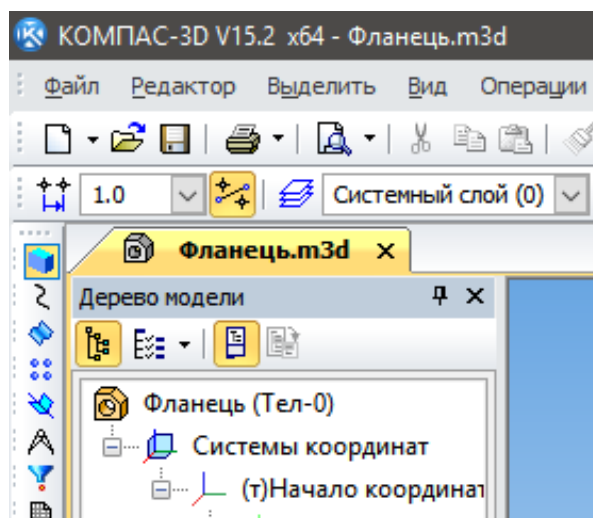

Рис. 3.3.3
2. Відредагувати в **Дереве модели** назву моделі – введіть замість слова «Деталь» слово «Фланець». Для цього двічі натисніть ліву кнопку миші на слові «Деталь», напишіть «Фланець» і клацніть мишею на вільному полі документа (рис. 3.3.3).